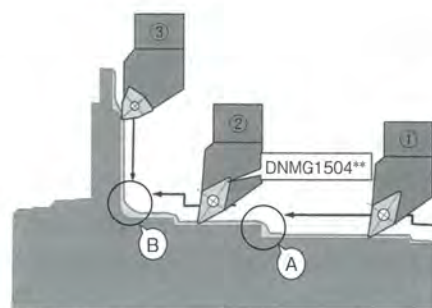

図2 荒加工の改善
そのため、①②の刃先形状を変えることが改善の第一歩と考える。そこで、図2のWNMG08**をDNMG15**に変更し切れ刃角を広くとり、刃長を長くすることによる取り代の変化に追従させる工具選びが重要である。